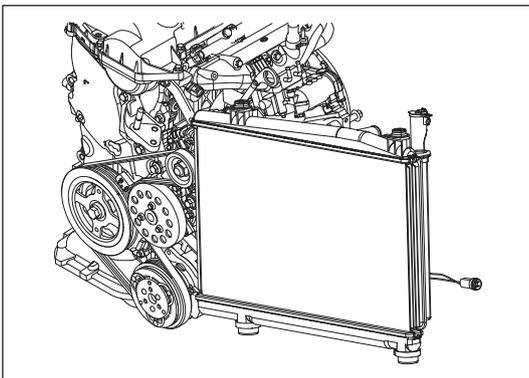

Рис. 10-2-3. Слив охлаждающей жидкости из двигателя
- (1) Слив охлаждающей жидкости из двигателя
- b) Снять сливную заглушку радиатора и открыть вентиль для слива охлаждающей жидкости блока цилиндров для слива жидкости, как изображено на рис. 10-2-3.